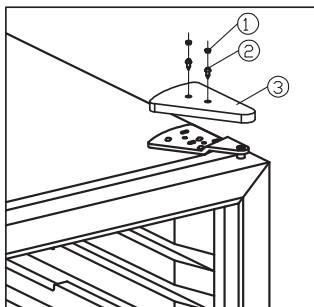

fig. 7.1
- Fjern gummipropperne og hængsel afdækningen. Se fig.7.1